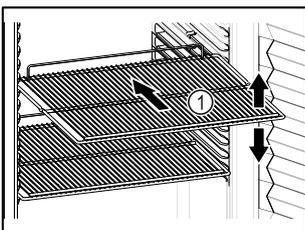

Fig. 47 Beispielhafte Darstellung
- ❑ Wenn Abstellroste Fig. 47 (1) versetzbar sind, je nach Höhe anpassen.